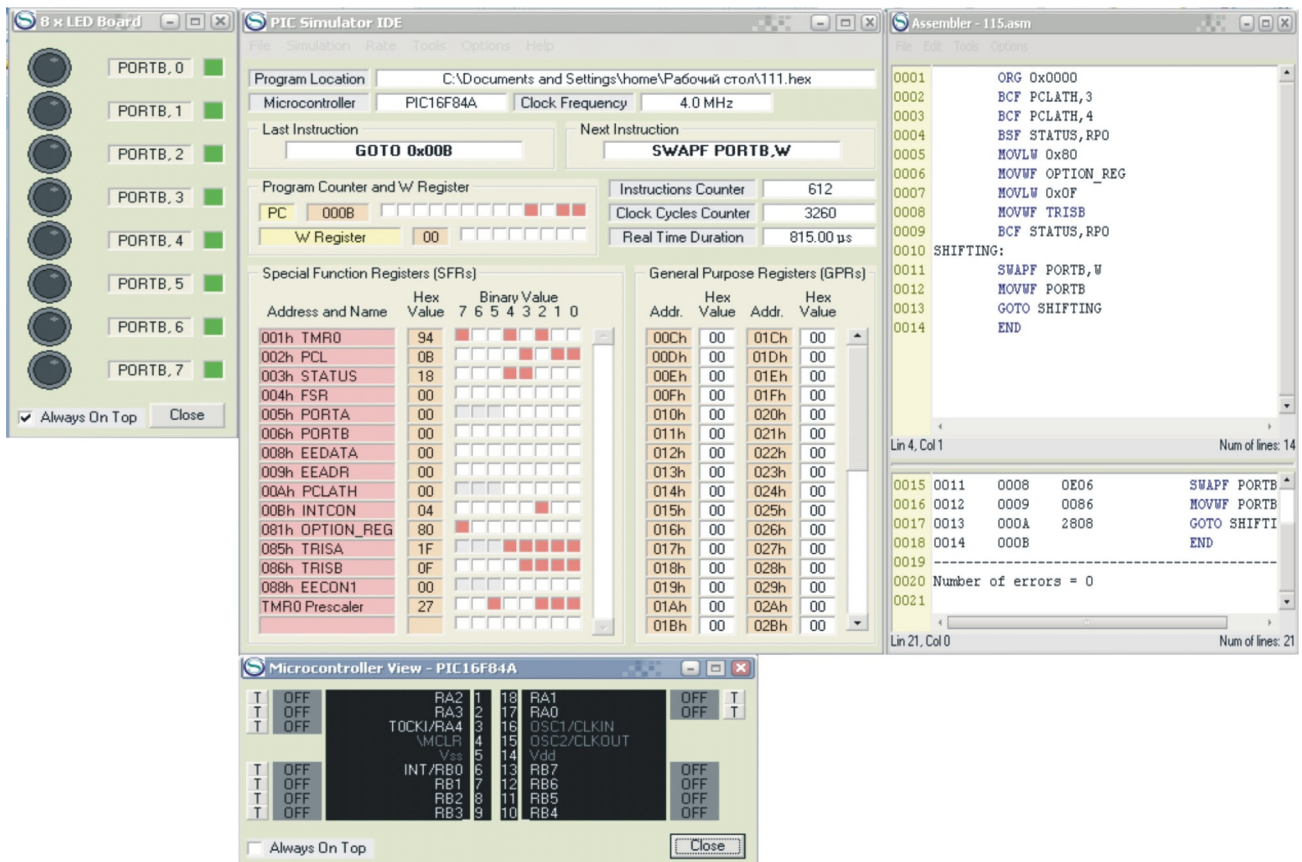

Рис. 8 Вигляд інтерфейсу симулятора з програмою та панеллю «Microcontroller View PIC16F84»
10. Натиснути Tools | Microcontroller View PIC16F84. Відкриється вікно з виводами мікроконтролера (рис. 8);